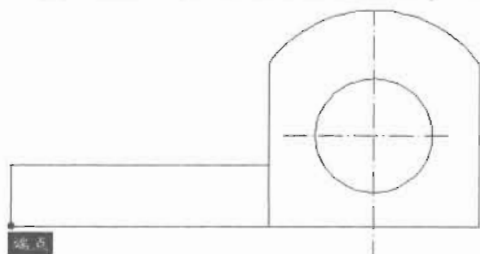

图 10-151
(11) 绘制如图 10-151 所示的两条直线, 命令执行过程如下。